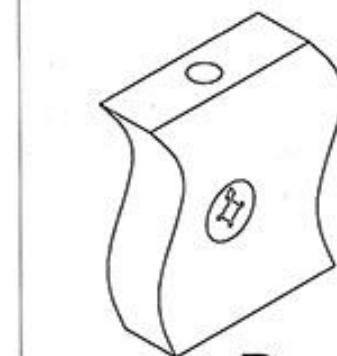

Рис. 1
Взять стенку заднюю выдвижного ящика 14 и забить в соответствующие отверстия шканты (1). Соединить боковины ящика 12 и 13 с задней стенкой 14. Фиксацию производить при помощи евровинтов (6). Далее положить каркас ящика на заднюю стенку 14 и забить шканты (1) в соответствующие торцевые отверстия на боковинах ящика 12 и 13, и вставить стяжки растекс (19) (см.рис.1). После этого вставить дно ящика 27 в пазы на каркасе ящика, таким образом, чтобы дно ящика 27 вошло в паз на стенке задней ящика 14. Далее закрутить в переднюю панель ящика 15 в имеющиеся муфты дюбеля стяжек-растекс (4). Соединить переднюю панель ящика 15 с каркасом . Фиксацию произвести путем поворота стяжки (19) по часовой стрелки. После этого положить ящик дном вверх и прокрутить ответные планки направляющих (7) к боковинам ящика 12 и 13 при помощи саморезов (5). Далее к передней панели 15 прикрепить ручку (12) Аналогичным образом собрать остальные ящики.